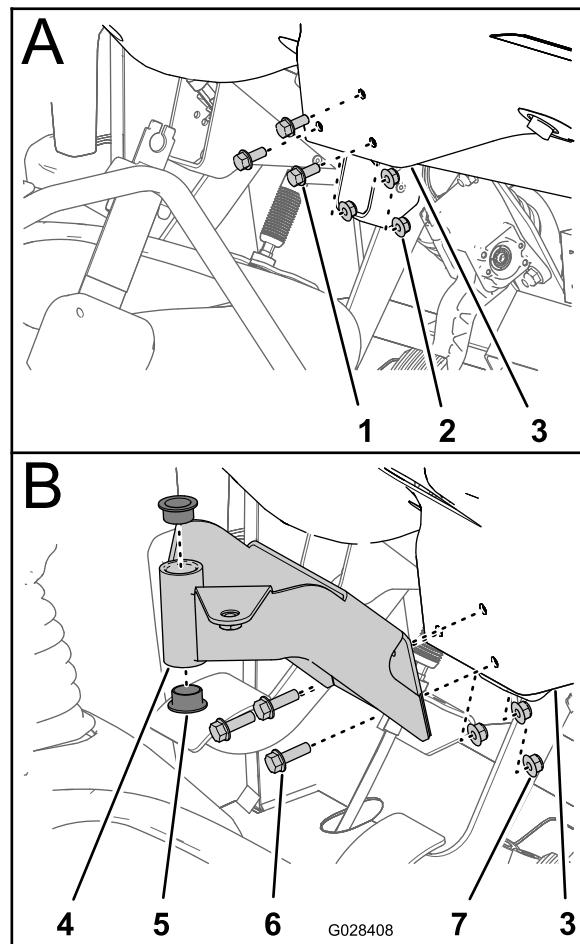

Figure 18
- Retirez les 3 boulons et les 3 écrous qui fixent la partie inférieure centrale de la planche de bord au support de la planche de bord (Figure 18).
2. Alignez les trous du support de montage de la console de commande et les trous dans la planche de bord et le support (Figure 18).
4. Serrez les écrous et les boulons (Figure 18).
5. Insérez les 2 douilles en plastique dans le support de montage (Figure 18).